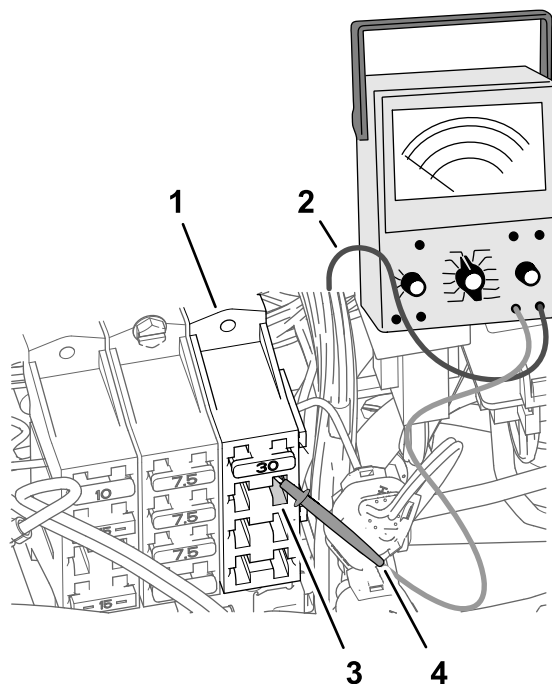

Figura 228
2. En el bloque de fusibles 3 de la máquina, introduzca la sonda del multímetro en el contacto 4 (columna de la derecha) del bloque de fusibles 2, como se muestra en la Figura 228.